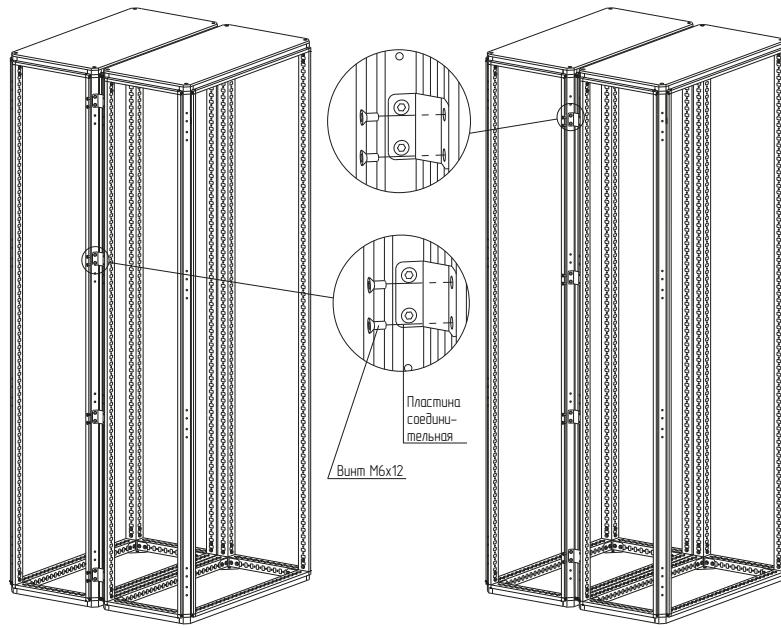

Рисунок 1
- 4.1.2 Закрепить пластину соединительную на нужной высоте к стойкам каркасов винтами самонарезающими M6×12 (рисунок 1). Момент затяжки – 7 Н·м.